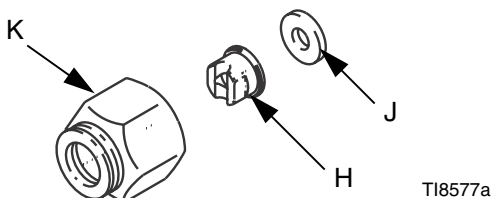

FIG. 7: Installare l'ugello di spruzzatura
2. Installare l'ugello per la spruzzatura (H) e la guarnizione (J) nel dado di ritenzione dell'ugello (K). Avvitare il gruppo saldamente sulla pistola. Serrare il gruppo con una chiave inglese. Vedere FIG. 7.
1. Per regolare la direzione del ventaglio di spruzzatura con ugelli per ventaglio, orientare la fessura sull'ugello orizzontalmente per un ventaglio orizzontale e verticalmente per un ventaglio verticale. Vedere Fig. 7.